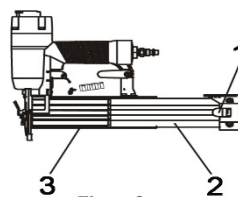

Fig 3
1. Die Sperre nach unten drücken, um das bewegliche Magazin zu entriegeln. Danach das Magazin vollständig herausziehen, siehe Abb. 3.
2. Einen Satz Befestigungsmittel des richtigen Typs und der richtigen Größe in das feste Magazin (39) einlegen. Das Magazin bietet Platz für bis zu 100 Befestigungsmittel.